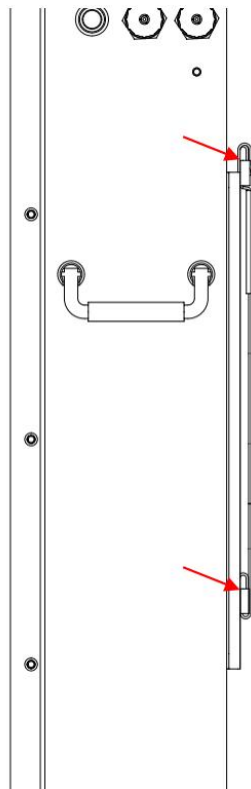

Figura 5-3
e) Transporte la batería y, sujetándola, fíjela a la placa después de fijar la placa de suspensión a la pared. Asegúrese de que las posiciones superior e inferior del gancho de la placa base de la batería estén correctamente abrochadas en la placa de suspensión, como se muestra en la Figura 5-3.